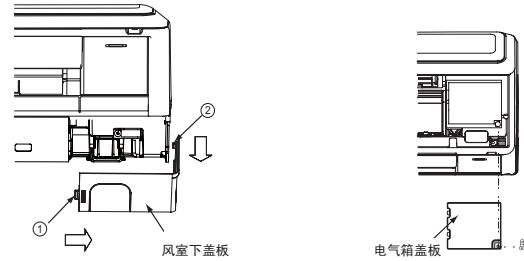

图14
- 用手将面框右下角风室下盖板①、②处的勾子沿箭号方向拉，将风室下盖板取下。(如图14)
(2) 电线连接顺序
- 打开面板，打开面框右侧电气箱盖板螺钉，将其取下。(如图14)